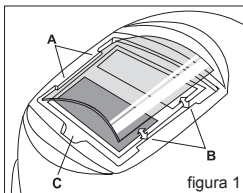

figura 1
**Reemplazo de la lente de protección delantera:** reemplace la lente de protección delantera si está dañada (agrietada, manchada o picada). Coloque un dedo en el resalte (C) en el borde inferior de la tapa de la lente y flexione la lente hacia arriba hasta que se libere de los bordes marcados A y B. (consulte la figura 1).